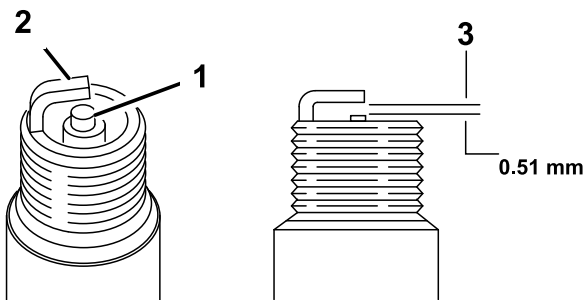

Figure 22
5. Réglez l'écartement des électrodes de la bougie neuve à 0,51 mm, comme montré à la Figure 22.